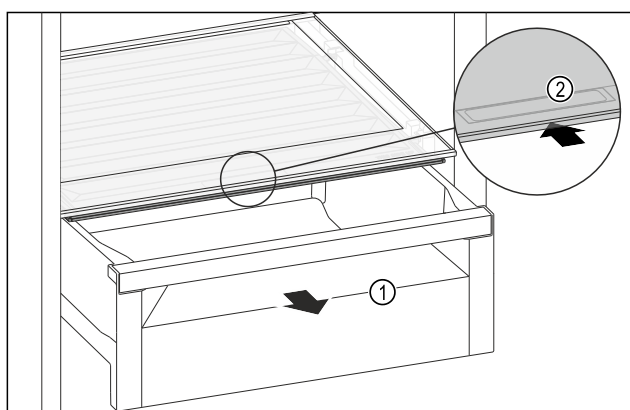

Fig. 213
- Schubfach Fig. 213 (1) herausziehen.
- Griffmulde Fig. 213 (2) am Fachdeckel anfassen und Fachdeckel gleichzeitig nach hinten schieben.